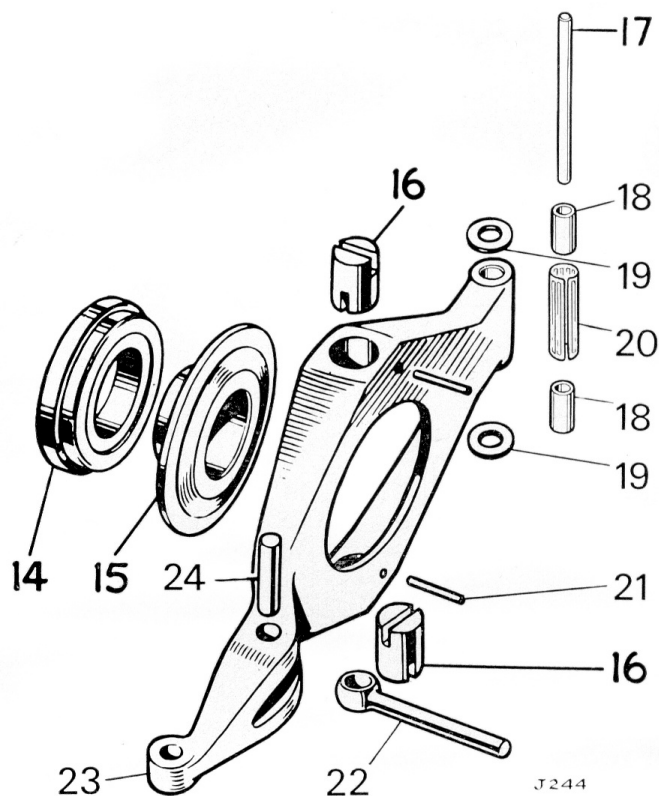

Fig. 12. Vue éclatée de l'ensemble bras transversal
Se référer à la Fig. 12 pour les modèles Herald 1200, 12/50, 13/60 et Spitfire : chasser la goupille (17) de la cloche d'embrayage et retirer le levier (22). Retirer les goupilles (21) et libérer le manchon de butée de débrayage (15) en extrayant les bouchons (16). Retirer la butée de débrayage (14) de son manchon.